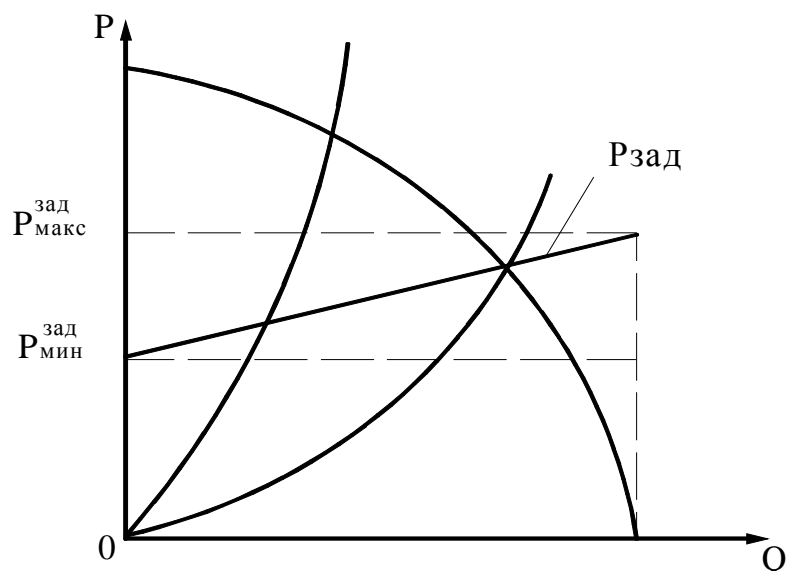

Рис.5.3. Пропорциональное регулирование. Учет гидравлических потерь
5.1.3. «Пропорциональное регулирование». Данный режим может быть реализован для любой схемы работы с датчиками. В режиме пропорционального регулирования возможно снижение уставки или заданного перепада давлений $\Delta P_{\text{зад}}$ при повышении выходного давления и, соответственно, уменьшении расхода, или повышении заданного давления $P_{\text{зад}}$ или перепада давлений $\Delta P_{\text{зад}}$ при увеличении расхода и уменьшении выходного давления (рис. 5.3). Коррекция заданного перепада давлений производится по сигналам датчика, установленного в напорной магистрали.